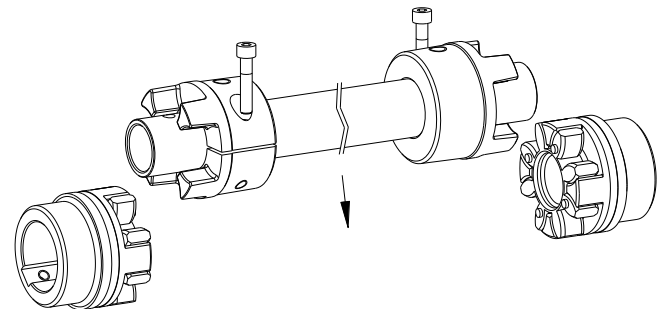

Bild 10: Montage des ZR-Zwischenstückes
- Setzen Sie die vormontierte Einheit zwischen den Naben ein (siehe Bild 10).